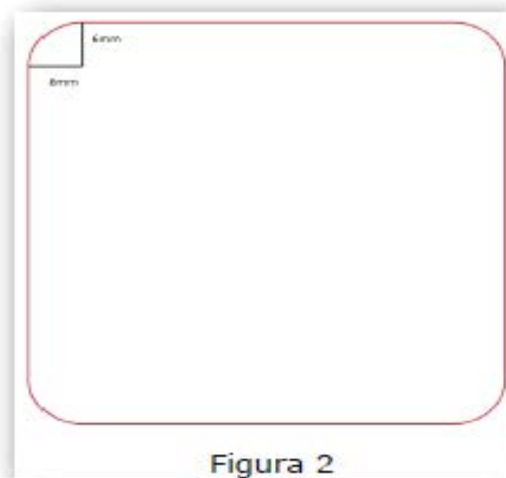

Figura 2
- **Formato:** Deberá tener 4 Caras planas o lados en la totalidad del mismo, no pudiéndose redondear los bordes o cantos más de 6 mm de radio (ver figura 2), ni tampoco podrá tener forma de rombo.
- **Parallamas o F1:** Deberá tener como mínimo 55mm de ancho y 55mm de alto, una superficie plana con un máximo de 6 mm de redondeado. (Ver figura 2)